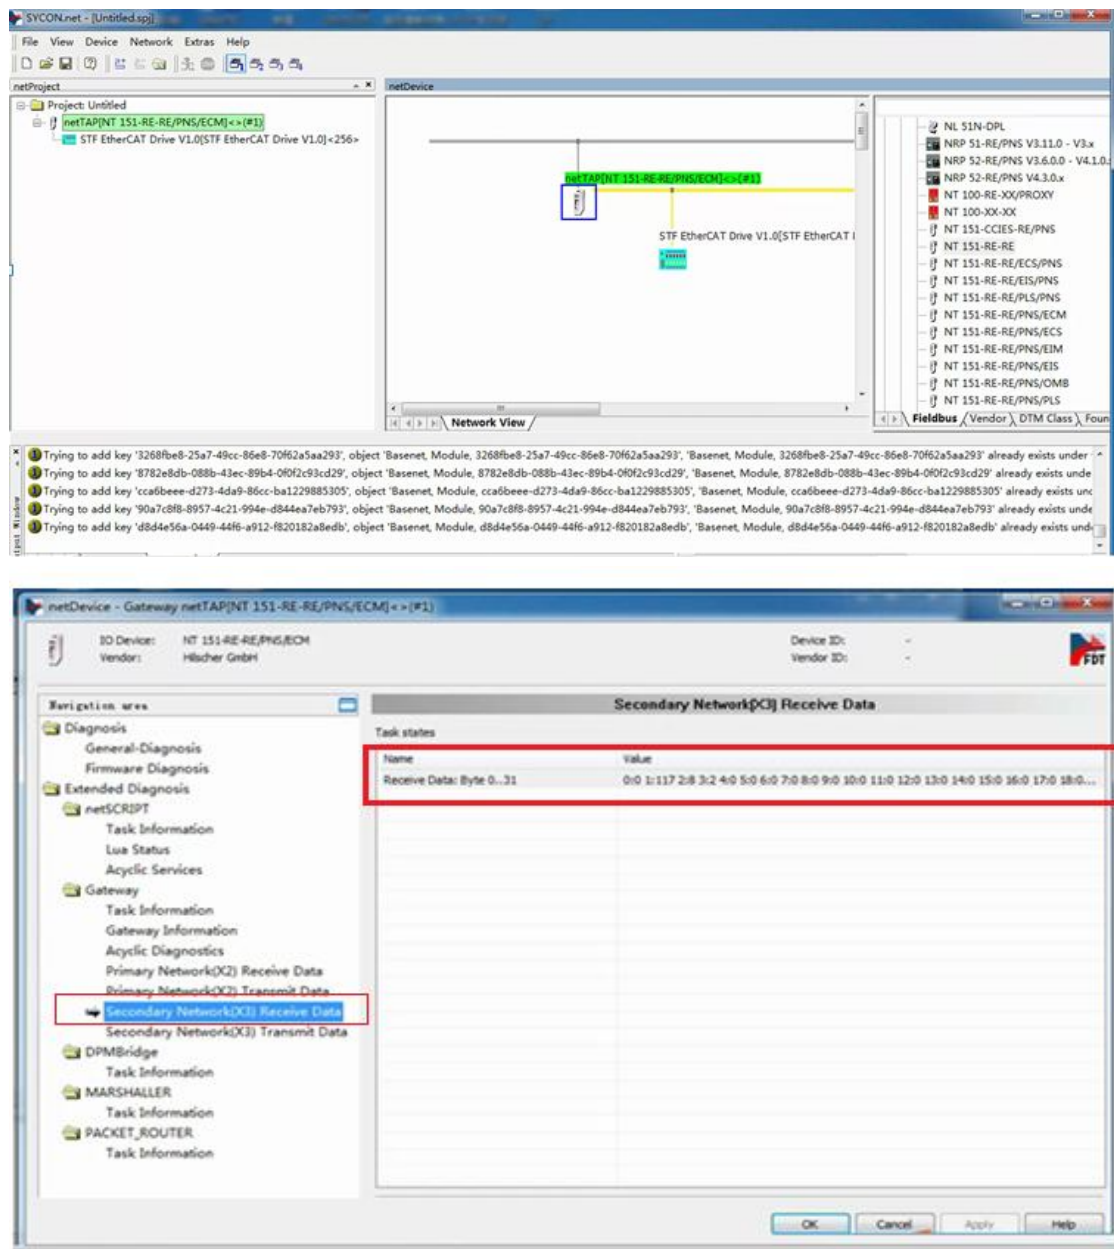

图 7.1 SYCON.net 数据监控
(1) 可以在 SYCON.net 中监控两边的数据, 打开 SYCON.net 的配置文件, 在产品图标上右击“Connect”进行产品在线连接。连接好之后, 双击产品图标, 在左侧导航栏选择“Secondary Network (X3) Receive Data”来监控 EtherCAT 侧网关读取到的 EtherCAT 从站伺服的数据, 同时也可通过“Primary Network (X2) Receive Data”来监控 Profinet PLC 发给 NT 151 的数据, 参考图 7.1。